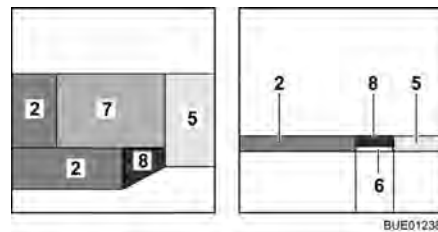

Fig. 93 Después de la transformación
- Colocar el cojín adicional (Fig. 93,7) en la mesa.
- Colocar el cojín adicional (Fig. 93,8) sobre el ensanchamiento de cama.